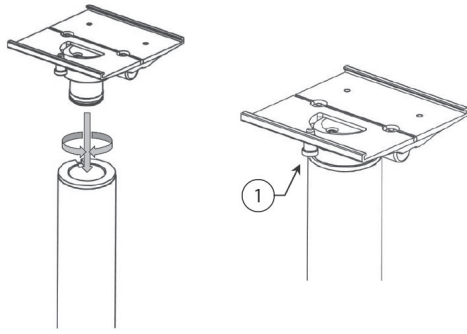

Figure 6 ■ Figure 6 ■ Abbildung 6 ■ Figura 6 ■ Figura 6
ージの図6を参照）。プレート部を
2. ばね式のプランジャー（図6の①
■ Afbeelding 6 ■ Figur 6 ■ Figur 6 ■ Εικόνα 6 ■ Figura 6
■ Obrázek 6 ■ 6 ábra ■ Rysunek 6 ■ Obrázok 6 ■ Figur 6 ■ Kuva 6
■ Рисунок 6 ■ Slika 6 ■ 图 6 ■ 그림 6 ■ 图6